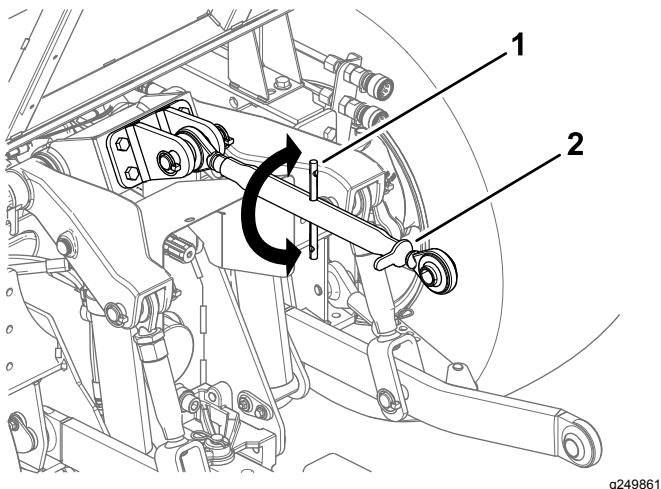

Bild 22
1. Lösen Sie die Klemmmutter am Oberlenker (Bild 22).
3. Ziehen Sie die Klemmmutter an (Bild 22).